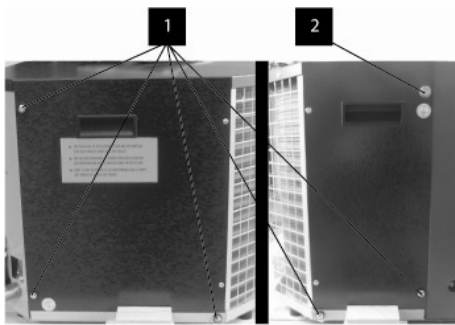

Abb. 28
1. Die Schrauben der Abdeckung (Abb. 28/1) mittels Schraubendrehers, die Schrauben (Abb. 28/2) mit Hilfe eines 13 mm Steckschlüssels lösen.